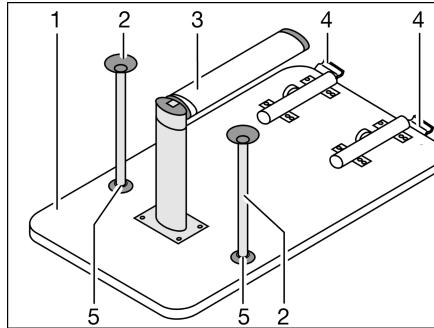

Fig. 98 Base de cama
- Levantar 45° aprox. el tablero de mesa (Fig. 98,1) por delante.
- Abatir la parte inferior de la pata de apoyo articulada (Fig. 98,3) 90°. Para ello, según el modelo, tirar la parte inferior de la pata de apoyo articulada hacia abajo o presionar el botón de desbloqueo.
- En el bloqueo (Fig. 98,4) pulsar el botón de desbloqueo.
- Según el modelo, encayar los dos pies de apoyo adicionales (Fig. 98,2) en los alojamientos (Fig. 98,5) en el lado inferior del tablero de la mesa.